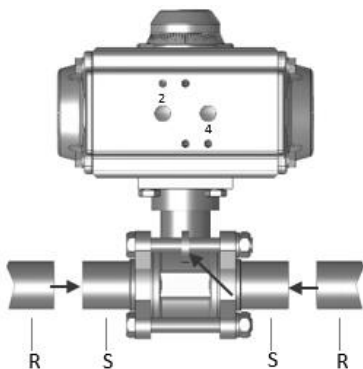

Abbildung 6: Positionierung Schweisstutzen
1. Schweisstutzen **S** rechts und links an Rohrleitungen **R** zentrieren und heften, s. Abbildung 6.